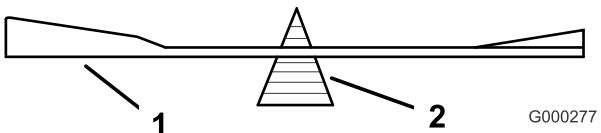

Figure 52
2. Vérifiez l'équilibre de la lame en la plaçant sur un équilibrEUR (Figure 52). Si la lame reste horizontale, elle est équilibrée et peut être utilisée. Si la lame est déséquilibrée, limez un peu l'extrémité de la partie relevée seulement (Figure 52). Répétez la procédure jusqu'à ce que la lame soit équilibrée.